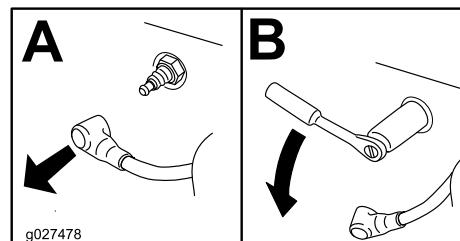

Figura 41
- Retire las bujías, según se muestra en Figura 41.